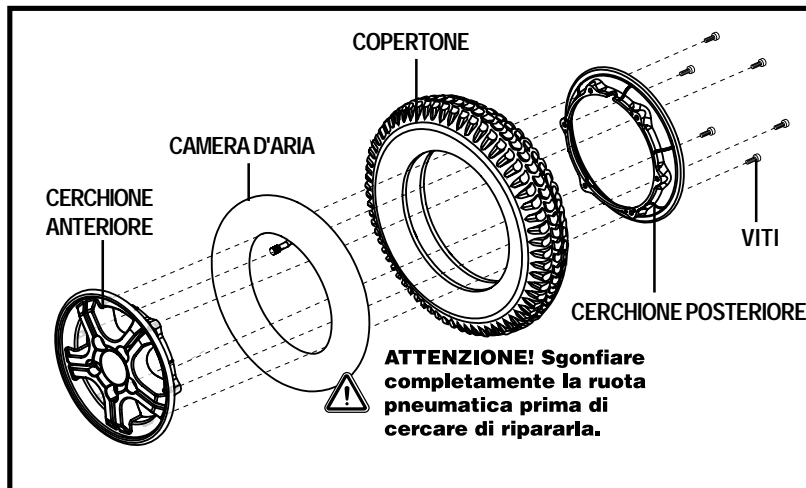

Figura 26. Ruota Motrice smontata della Quantum 6000
6. Rimuovere le viti che fissano le due metà del bordo insieme. Vedere figura 26.
10. Reinstallare i (5) dadi ad aletta sul centro ruota e stringere.